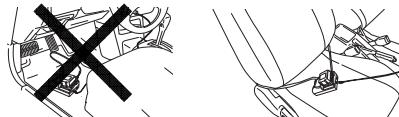

Fig. 14
- O Fixer en place le chargeur de batterie dans le véhicule. Utiliser la courroie fournie avec le chargeur de batterie pour le fixer en place et éviter tout mouvement inopiné. (Voir la Fig. 14)